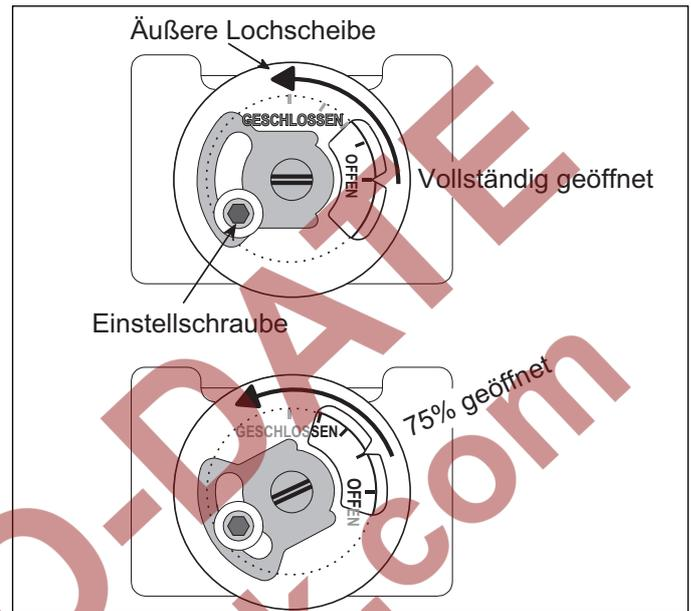

Abbildung 4.8 Einstellung des manuellen Drosselventils
- Öffnung des manuellen Gasdrosselventils auf 75 % stellen. Siehe hierzu Abbildung 4.8.
1. Öffnung des manuellen Gasdrosselventils auf 75 % stellen. Siehe hierzu Abbildung 4.8.